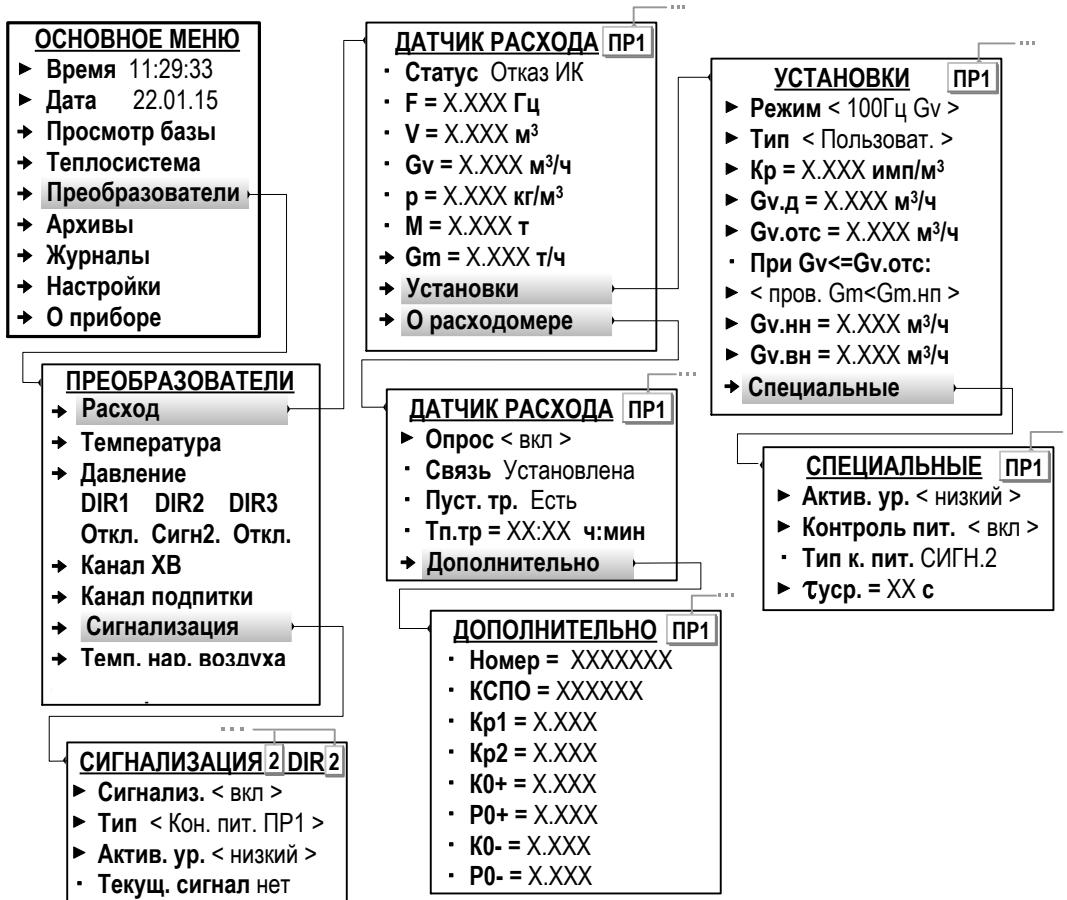

Рис.24. Вид меню установочных параметров ПР (режим СЕРВИС).
Отсутствие сигнала соответствующего уровня от ПР в течение **тпроверка** определяются как **Отказ ИК** (Отказ измерительного канала – меню **Преобразователи / Расход** параметр **Статус**, рис.24).
Контроль питания расходомера также может быть назначен в меню **Преобразователи / Сигнализация** (рис.24). В этом случае в меню **Преобразователи / Расход / Установки / Специальные** будет индицироваться строка **Тип к. пит. СИГН.1(2,3)**.
7.5.2.4. Для ПР, физически подключенных к входу «RS485.ПРИБОР» и программно подключенных к ТВ по интерфейсу RS-485 (п.7.3.4.3) в меню **О расходомере** (рис.24) появляются дополнительные строки: